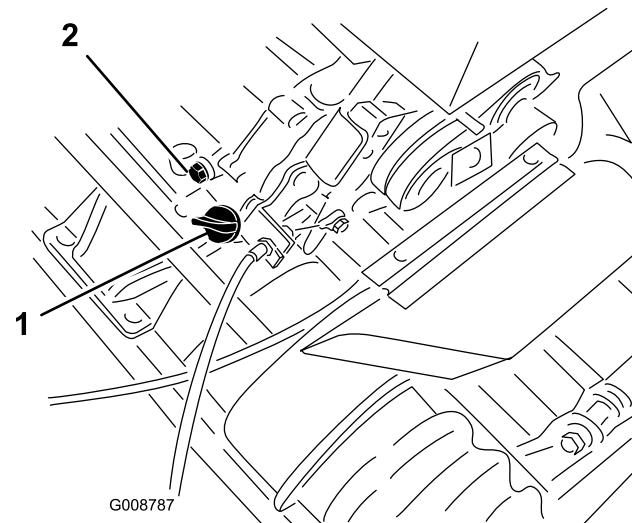

図 19
1. エンジンが水平になるように駐車し、オイル・ゲージの周囲をきれいに拭く(図 19)。
2. 機体下にあるドレン・プラグ(図 19)の下に廃油受けを置く。